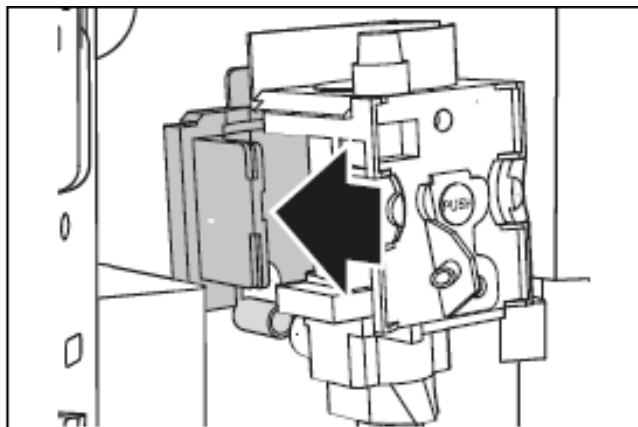

Рис. 49
- 2) После очистки установите заварочный блок (A5) на место, надвинув его на внутреннюю опору и штифт в нижней части, затем полностью нажмите на символ PUSH до щелчка (рис. 49).